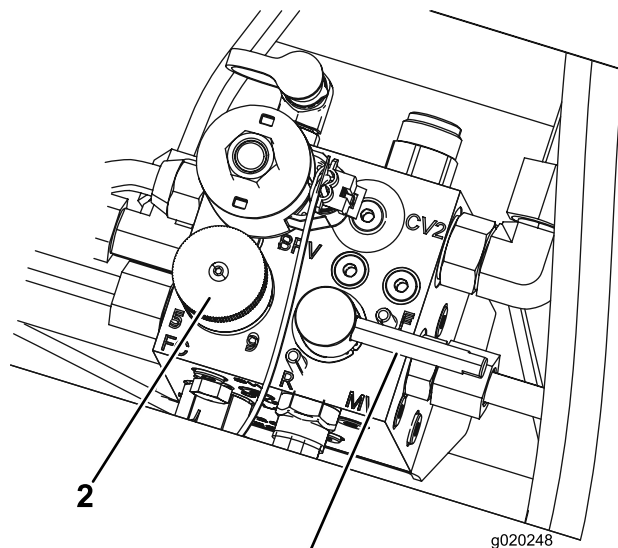

図 66
5. リール速度コントロールを 1 にセットする(図 66)。
6. バックラップレバーを逆転 (R) 位置にセットする(図 66)。